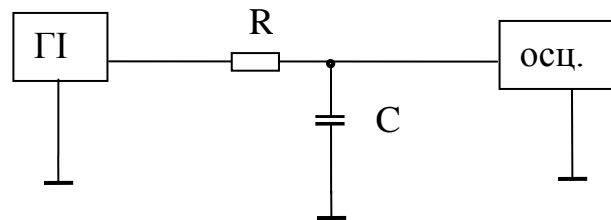

Рисунок 1
1.1 Зібрати в EWB 5.12 схему, показану на рис.1.